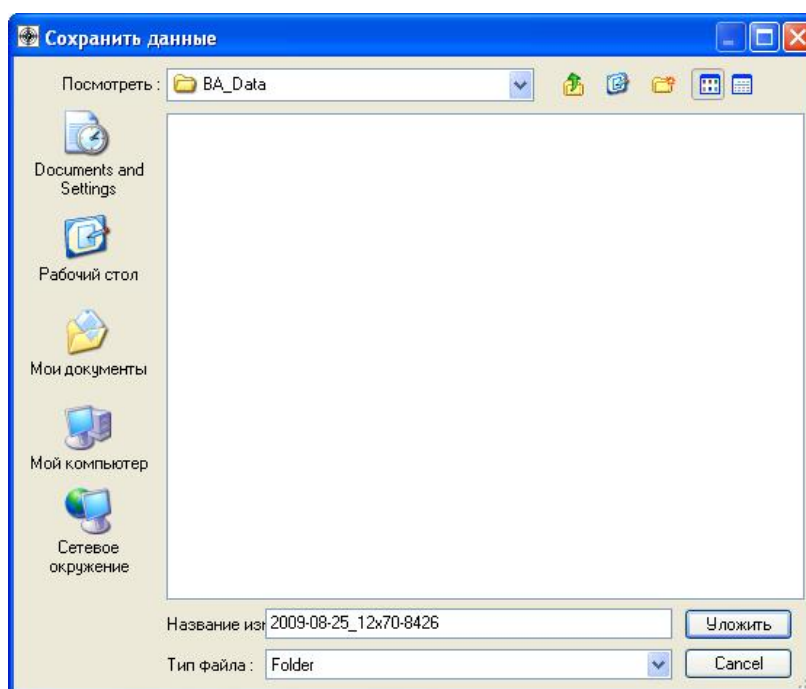

Рис. 7.10 Панель «Сохранить данные»
7.3.3.26 Закрыть панель «Баллистический анализатор», нажатием кнопки  в панели «Баллистический анализатор» (красная кнопка в правом верхнем углу панели). Отобразится панель «Сохранить данные», смотри рисунок 7.10.